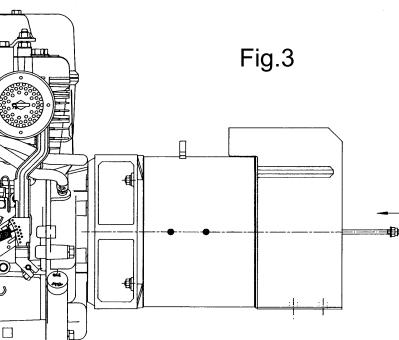

Fig.3
-) insert the central bolt into its housing and screw the nut (figure 3)
| -) enfiler le tirante central dans son logement et visser l'écrou (figure 3) | -) Die mittlere Zugstange in ihrem Sitz einstecken und die Schraubmutter schrauben (Abbildung 3) | -) introducir el tirante central en su lugar y enroscar la tuerca (fig. 3) |